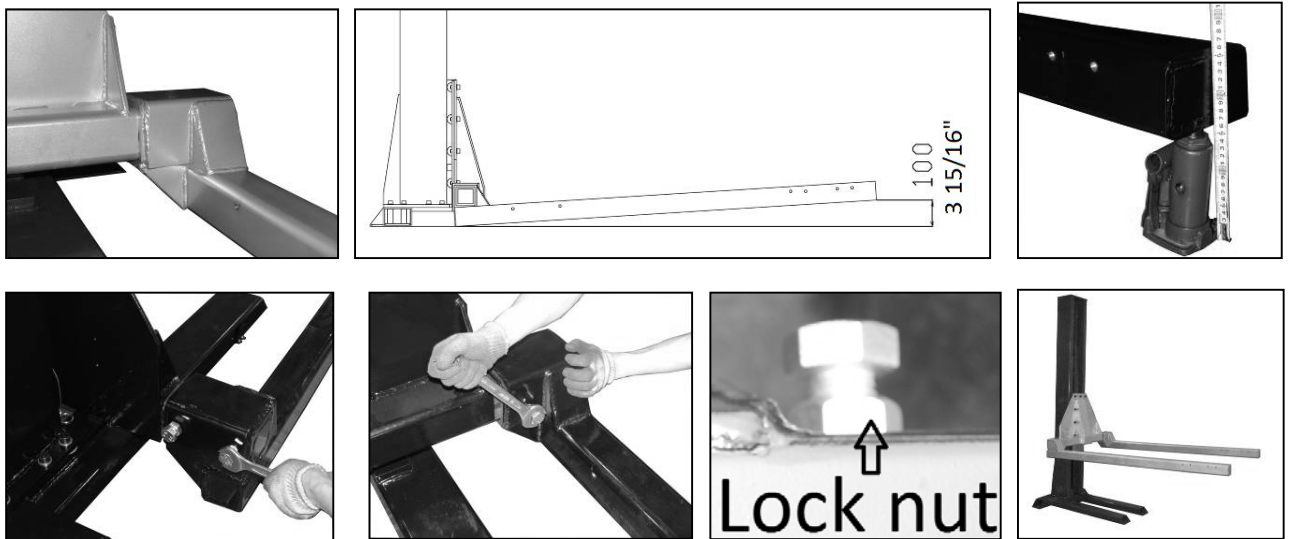

Figura: 9-A, B, C, D, E, F, G Montaggio del supporto
- 10) I due bracci vengono quindi posizionati sul transpallet (Fig. 9-A). Per garantire che le piattaforme siano in piano quando i vagoni sono parcheggiati, è necessario eseguire la seguente configurazione dei bracci:
Sollevarne prima le estremità posteriori dei bracci a circa 100 mm con un martinetto a carrello (Fig. 9-B, C). Serrare quindi le due viti posteriori e la vite anteriore (Fig. 9-D ed E). Quindi serrare il dado di bloccaggio nella posizione corretta.